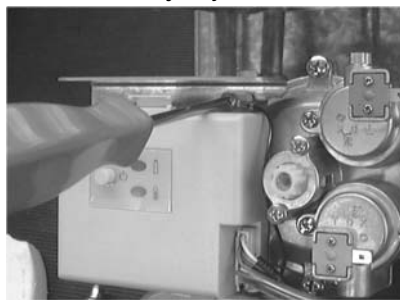

Fig. 10
6. Desapretar y retirar la chapa soporte del módulo de encendido y caja de baterías (Fig. 10).
11. Montar la chapa soporte completa y atornillar (Fig. 10).